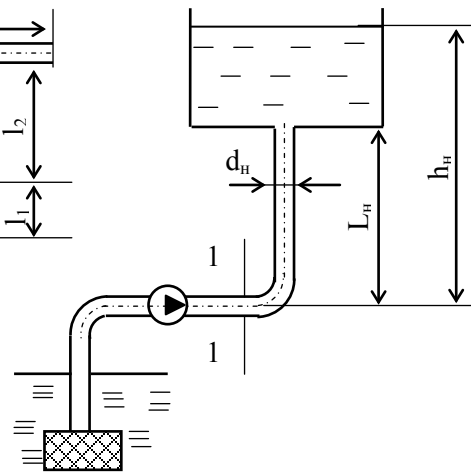

Рисунок 8.11
**8.2.15** Відцентрований насос подає воду із колодязя в резервуар при витраті  $Q$  і геометричній висоті нагнітання  $h_n$ . Визначити величину тиску води в кінці горизонтальної ділянки нагнітального трубопроводу в перерізі 1–1, якщо задані  $L_n$  і  $d_n$ ; закруглення нагнітального трубопроводу має центральний кут  $\alpha = 90^\circ$ . Коефіцієнт Дарсі  $\lambda$  (рис. 8.11).